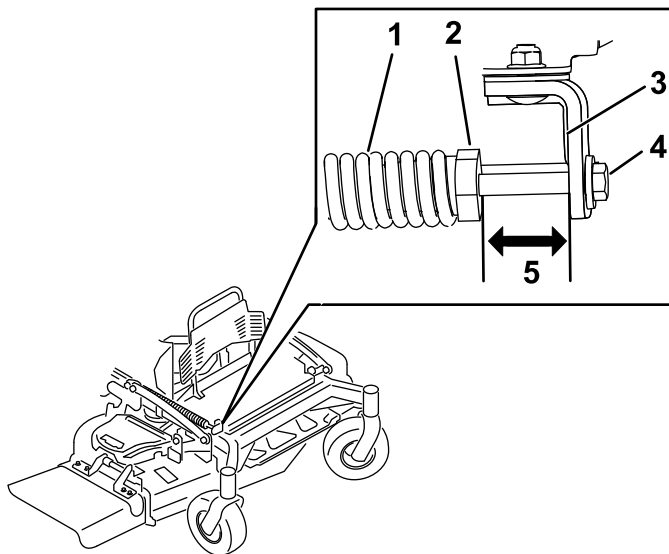

Figure 85
2. Vérifiez la distance entre l'écrou de ressort et l'arrière du support soudé (Figure 85).
3. Assurez-vous que la longueur est de 51 mm (2 po) pour les tabliers de coupe de 122 cm et 132 cm (48 po et 52 po) et de 38 mm (1,5 po) pour les tabliers de coupe de 152 cm (60 po), comme montré à la Figure 85.
4. Au besoin, réglez la distance en ajustant le boulon sur l'avant du support (Figure 85).